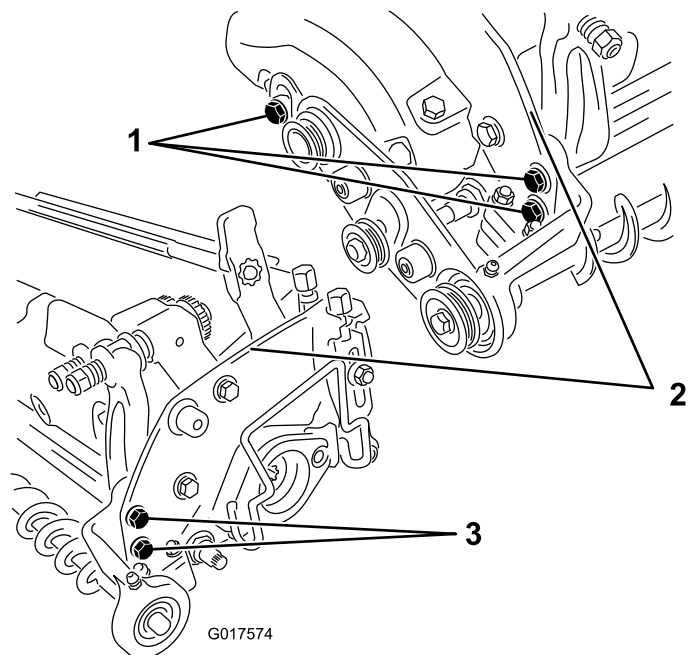

図 18
- A. 油圧モータをカッティングユニットに固定しているボルトを外す 図 18。